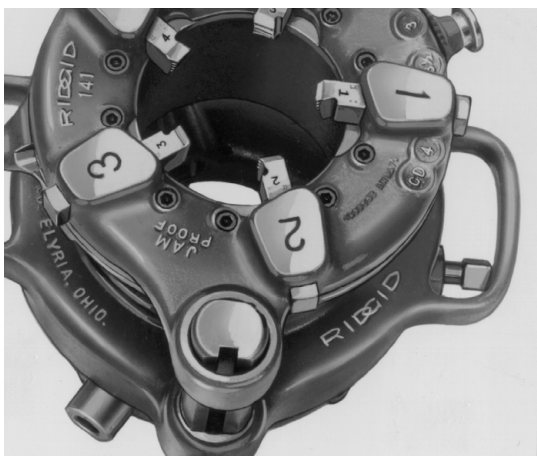

Figura 17 – Instalación del cuerpo del mandril niplero y el adaptador
4. Escoja un adaptador niplero del tamaño apropiado y enrósquelo a mano en el mandril niplero (Figura 17). Apriételo con la llave incluida con el mandril niplero.